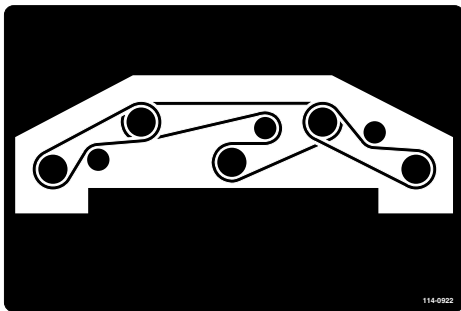

Figura 123
8. Pase la correa nueva alrededor de las poleas de los ejes y del conjunto de la polea tensora (Figura 123).